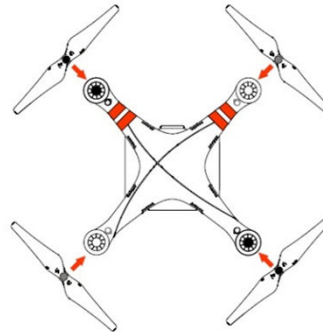

Figure 21
- 2) (Fig 21) Preparare le due coppie di eliche quelle con dado grigio e quelle con dado nero. Assicuratevi di montare le eliche abbinandole ai motori con il relativo punto identificativo sui motori, cioè pale con il dado nero con i motori con il marchio/marcatura nera (punto nero).